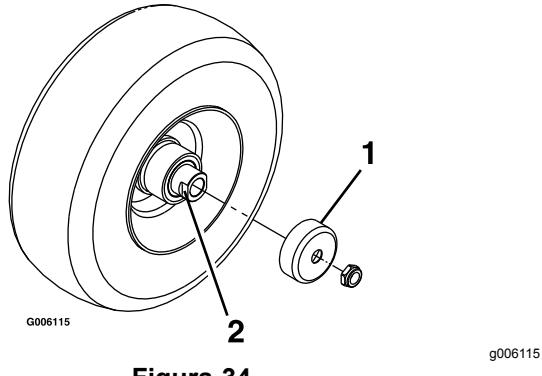

Figura 34
3. Retire los protectores de los retenes del buje de la rueda (Figura 34).